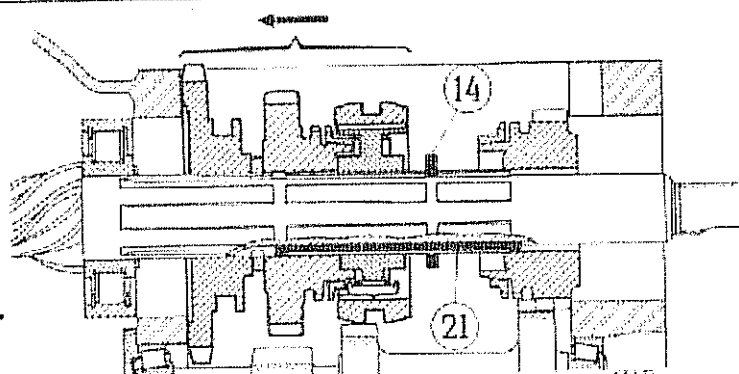
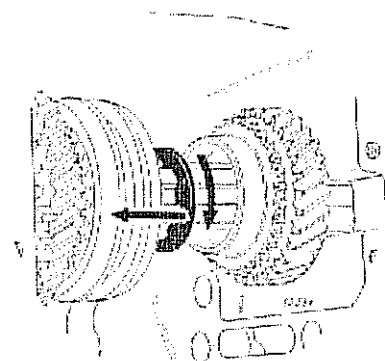

Fig. 236
Fig. 237
Introducir por dichas ranuras la chaveta de traba (21, Fig. 236), la que impedirá la rotación de la arandela (14) inmovilizándola.
—Correr hacia el lado del puente el conjunto formado por: el engranaje desplazable de la 1ra., la arandela de apoyo (17), el engranaje de 2da., el anillo de freno (13) y el conjunto del sincronizador (Fig. 236). Esto permitirá desplazar la arandela de apoyo del engranaje de 3ra. velocidad hasta su ranura correspondiente en el eje, donde se podrá girar (Fig. 237), hasta hacer coincidir las ranuras de enclavado (a).